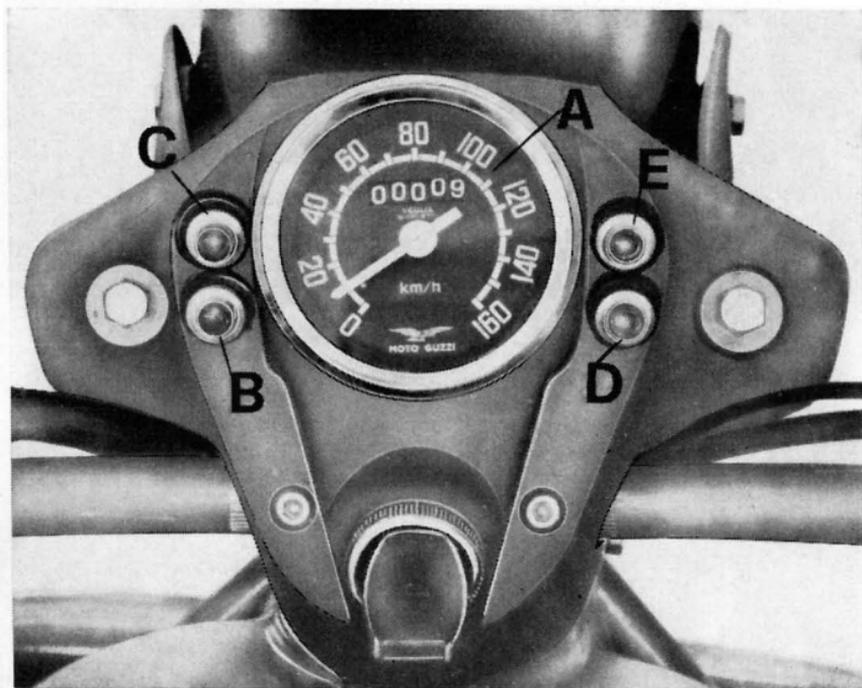

Fig. 7
1) **Quadro di controllo** comprendente (vedere fig. 7):